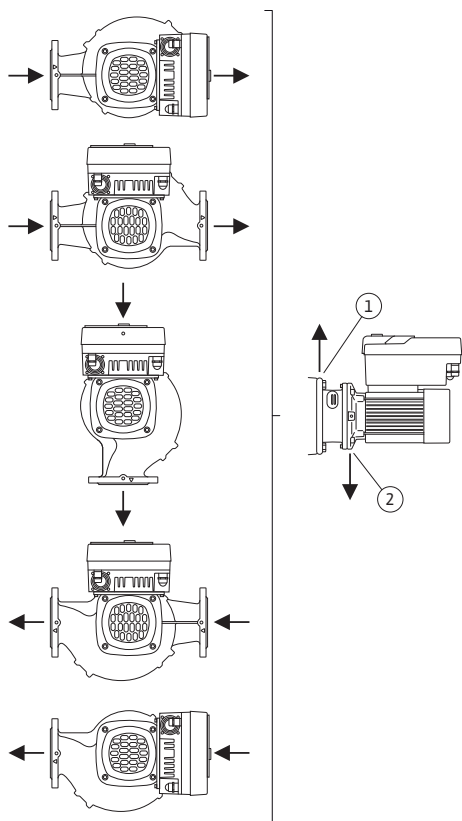

Fig. 9: Sallitut asennusasennot, vaakatasoinen moottoriakseli
Sallitut asennusasennot, kun moottoriakseli on vaakatasossa ja elektroniikkamoduuli ylöspäin ( $0^\circ$ ), on esitetty kuvassa Fig. 9.
Pumpun ilmaus voidaan taata optimaalisesti, kun ilmanpoistovenkki on ylöspäin (Fig. 9, pos. 1).
Tässä asennossa ( $0^\circ$ ) voidaan syntyvä kondenssivesi johtaa tehokkaasti pois porattujen aukkojen, pumpun tiivistelaipan ja moottorin kautta (Fig. 9, pos. 2).